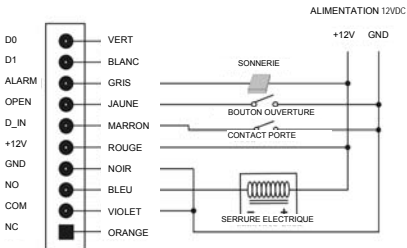

Figure 6
1. Débrancher le connecteur du câble et effectuer les connexions nécessaires (voir Figure 6)